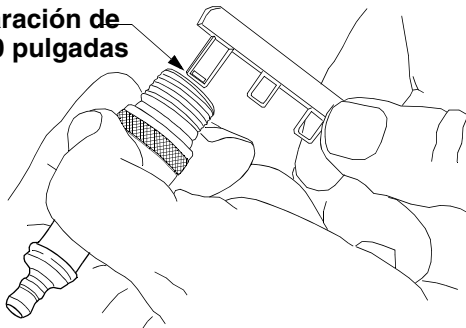

Figura 27
- Controle la separación con un calibrador de separaciones. Ajuste la separación de la bujía a 0,030 pulgadas (0,76 mm) doblando con cuidado el electrodo con conexión a tierra. Vea Figura 27.